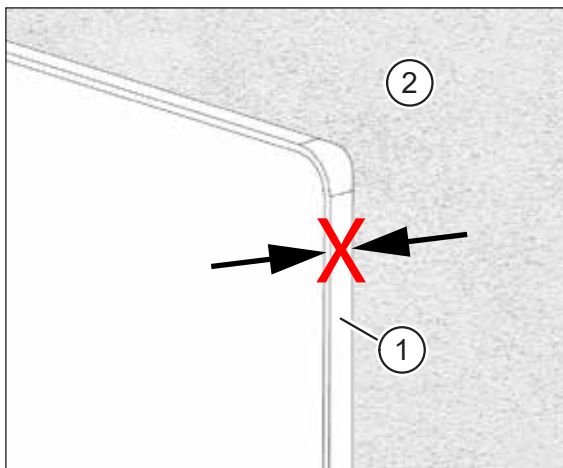

Abb. 20: Putzrahmen steht über Putz über
- Der Putzrahmen (Pos. 1 in Abb. 20) steht über den Putz (Pos. 2 in Abb. 20) über.